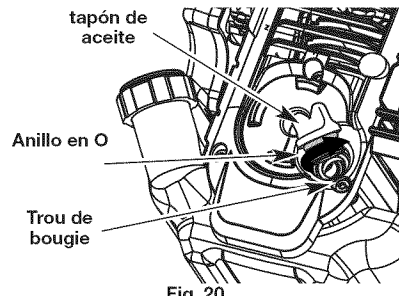

Fig. 20
**NOTA:** Verifique que el anillo en O esté en su lugar en el tapón de aceite cuando mida y cambie el aceite (Fig. 20).